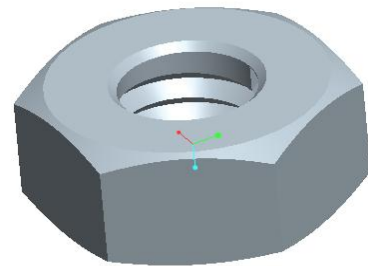

図 12-33 M4.5 ナット
- 1) 環境、標準回転方向、等角投影、適用、OK する。シェール ツールを ON ツール、アセンブリ時に自作成される物品表 (ROM) にアセンブリ図面作成のための新規パラメータを各部品に追加する。バイスアセンブリの構成部品ファイルを開く (図 12-33) に示す。